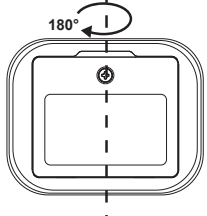

FIG. 2
d. Nella stessa posizione, ruotare l'apparecchio di 180° (vedere la seguente FIG. 2), quindi premere il tasto MODE. "CAL 2" lampeggia più volte. Dopo che "CAL 2" scompare, la calibrazione è completata, quindi sul display LCD viene visualizzato l'angolo attuale in un display ad alta precisione.